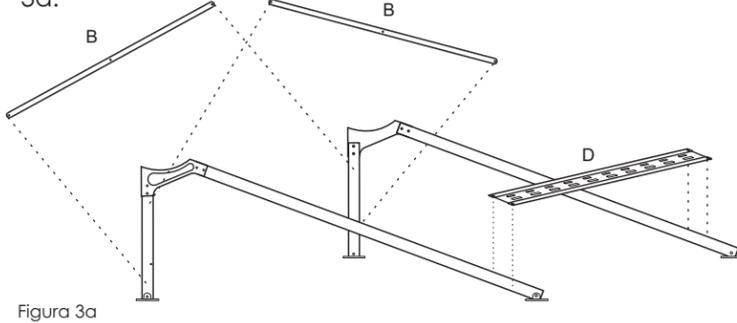

Figura 3a
2) En la parte trasera del marco, arme la cruz estabilizadora (B) que une las dos estructuras laterales. Las barras de la cruz cuentan con un orificio en la parte de en medio por el cual se unen con un tornillo. Coloque el soporte inferior de los tubos (D) como lo muestra la Figura 3a.